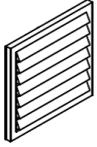

afb. 53 - Voorbeeld van luchtuitlaataansluiting
- Maak een speciaal luchtkanaal aan zoals aangegeven in afb. 53.